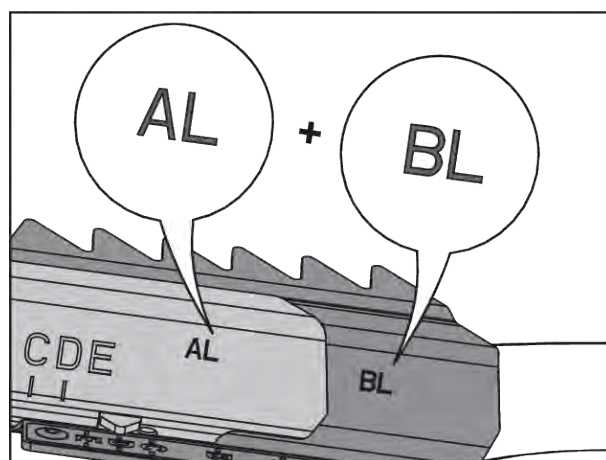

Fig. 81: Spredevingekombination
- Se Fig. 81 Spredevingekombination